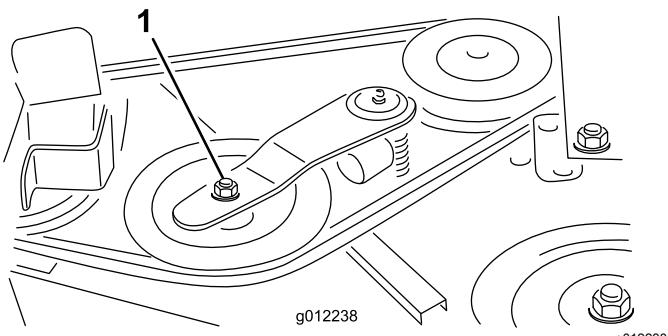

Figura 32
- Con una chiave dinamometrica o uno strumento simile, allontanate la puleggia tendicinghia (Figura 32) dalla cinghia di trasmissione per allentare la tensione della cinghia e staccarla dalla puleggia degli ingranaggi (Figura 33).